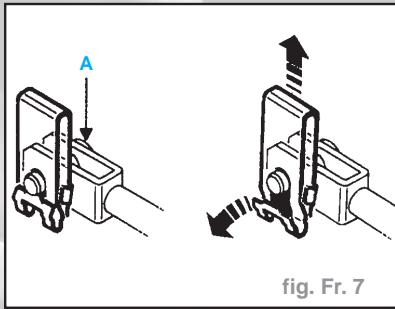

fig. Fr. 7
- retirer l'axe (A) de la chape reliant la pédale de frein à la tige de poussée en agissant sur le clip (fig. Fr. 7),